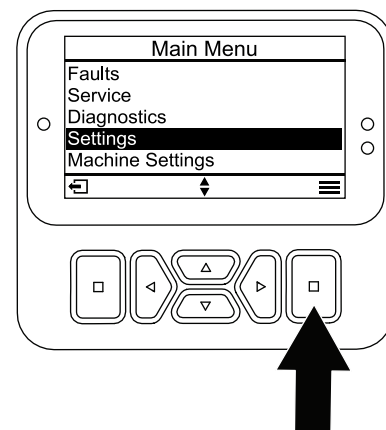

Figure 28
1. Depuis le MENU PRINCIPAL, naviguez jusqu'au menu RÉGLAGES et appuyez sur le bouton de sélection (Figure 28).